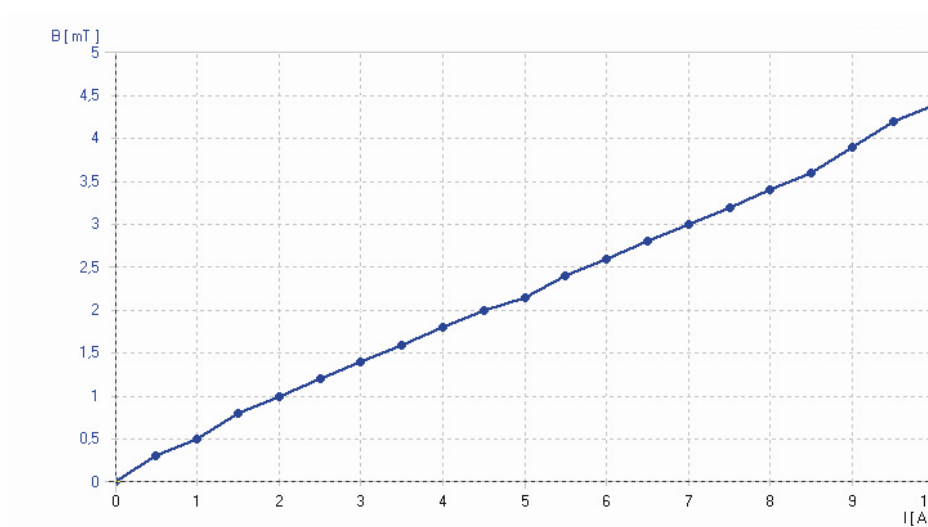

Fig. 2 Campo magnético em função da corrente
- Elevar progressivamente a corrente na bobina de campo de 0 bis 10 A a passos de 0,5 A e registrar a densidade de fluxo correspondente (fig. 2).